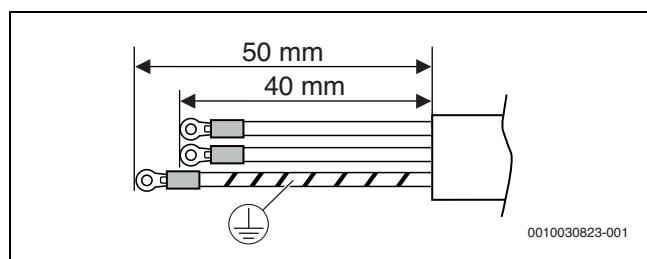

Fig. 28 Strømforsyningskabel
- For strømforsyningskabele, klem en rund klemme til hver ende av den strippede kabelen (tverrsnittområde 2,0 mm² eller 2,5 mm² hvis kabellengde overskrider 20 m) se fig. 28.